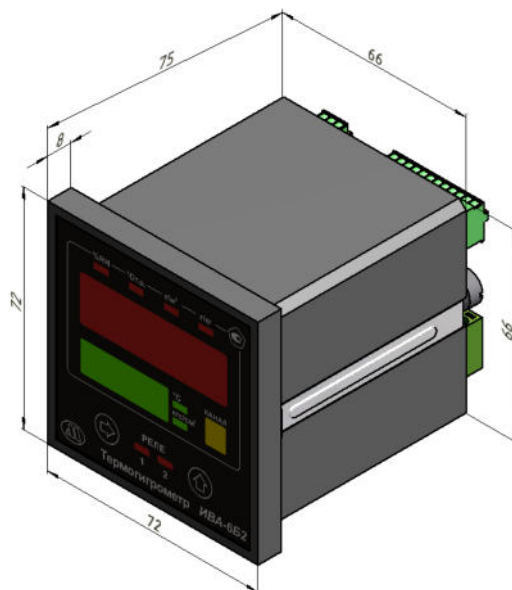

Рис.7. Внешний вид и установочные размеры блока индикации.
6.2. Блок индикации термогигрометра ИВА-6Б2 рассчитан на утопленный монтаж на щите вдали от силовых щитов и оборудования, создающих сильные электромагнитные и электрические поля. Установочные размеры блока индикации показаны на рис.7.